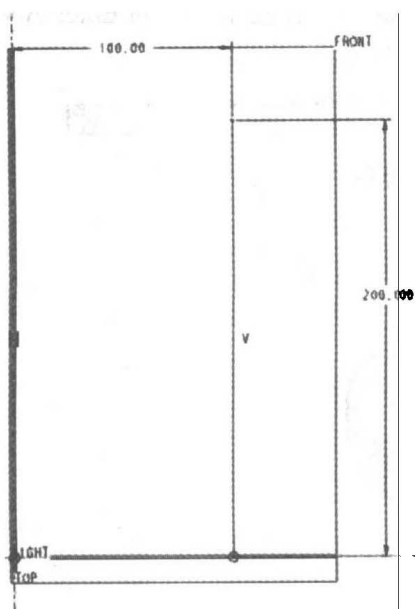

图 1.19 绘制直线
- (4) 成功生成旋转轴线后，准备绘制旋转曲面的截面，单击工具栏中的直线按钮 ，先绘制如图 1.19 所示的直线。